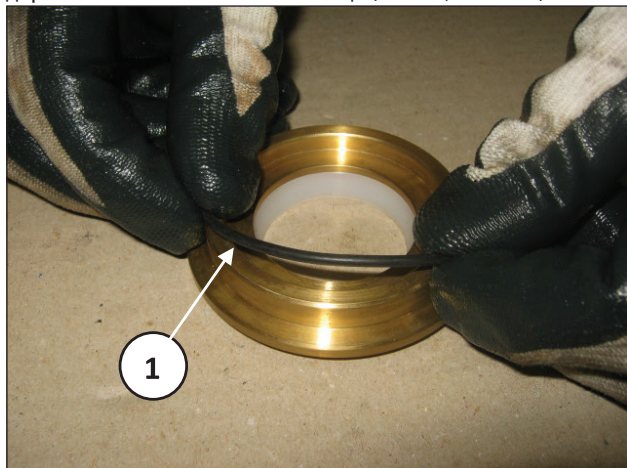

Рис. 126
Установите уплотнительное кольцо круглого сечения на держатель маслоъемного кольца (поз. ①, Рис. 126).